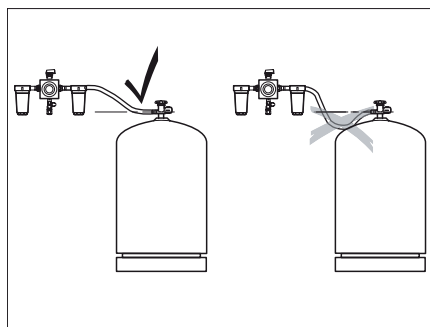

Fig. 87 Disposition des flexibles à haute pression
- ▷ Lors de la pose des flexibles à haute pression, veiller à ce que les flexibles soient en montée continue (Fig. 87)!